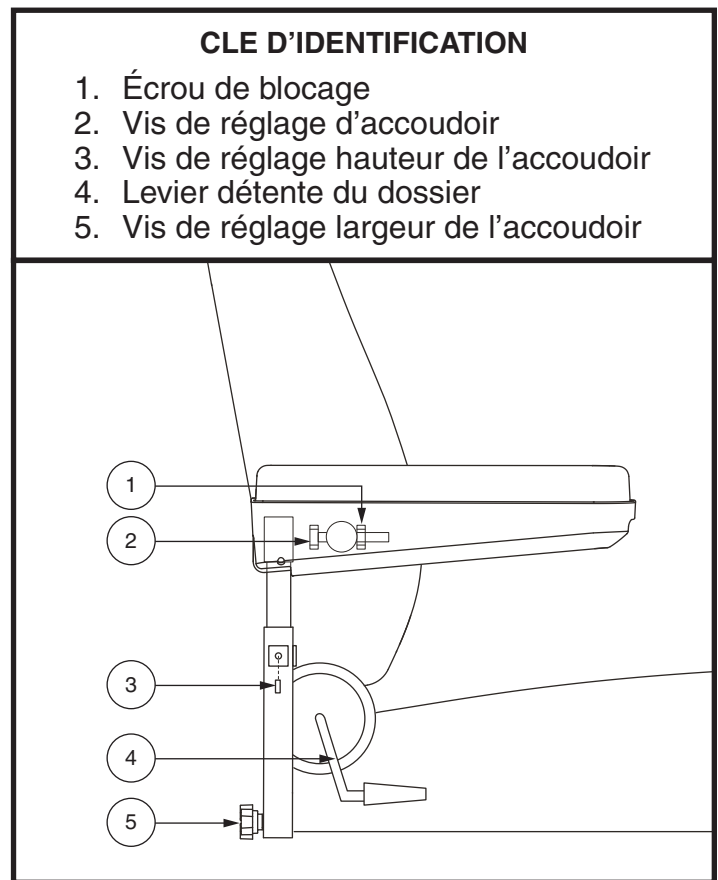

Figure 13. Réglages accoudoirs et dossier
Si votre scooter est équipé d'un siège à dossier inclinable, vous pouvez ajuster l'angle du dossier jusqu'à 100° en utilisant le levier de détente du dossier. **Voir la figure 13.**
1. Repérez les vis de réglage largeur de l'accoudoir sur le dos de chaque support d'accoudoir. **Voir la figure 13.**
1. Desserrez la vis de réglage sur le support d'accoudoir. **Voir la figure 13.**